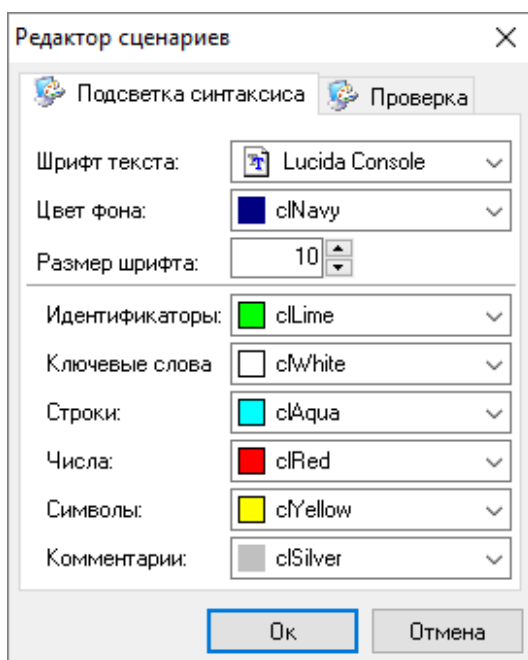

Рисунок 6-608 Редактор сценариев, вкладка "Подсветка синтаксиса"
Выберите в контекстном меню программы сценария команду «Параметры...», если необходимо открыть редактор сценариев (см. Рисунок 6-608), в котором:
- на вкладке **«Подсветка синтаксиса»** (см. Рисунок 6-608) осуществляется настройка отображения текста сценария управления в области ввода или области отображения программного кода сценария, а именно осуществляется выбор шрифта текста, цвета фона, размера шрифта, а также цвета для разных элементов программного кода – идентификаторов, ключевых слов, строк, чисел, символов и комментариев;